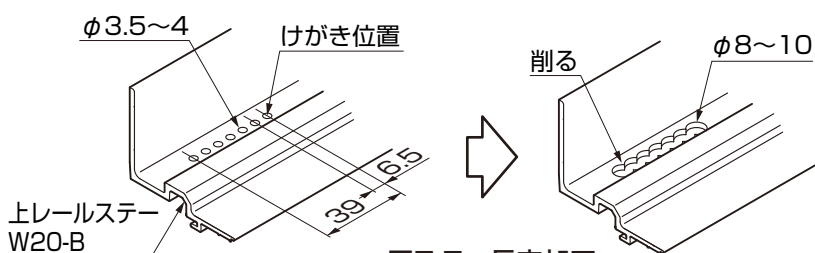

図7-7 長穴加工
- ① (1) でけがいた位置を基準に道路側から見て左方向に、6.5のピッチでφ3.5~4の下穴を開けてからφ8~10の逃げ穴を加工してください。(図7-7参照)
- ② やすり等で、①で開けた逃げ穴の出っ張りを削ってください(図7-7参照)
- ③ 上レールステーをフレームに仮組みして、40mmスライドさせて天井材横枠A取付ネジと干渉しないか確認してください。